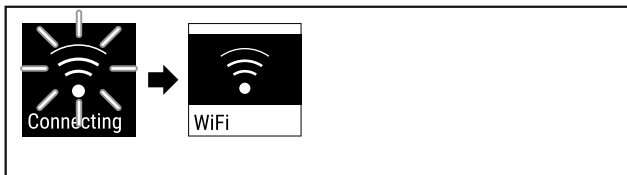

Fig. 85
- ▶ Πραγματοποιείται σύνδεση (βλέπε Fig. 85).